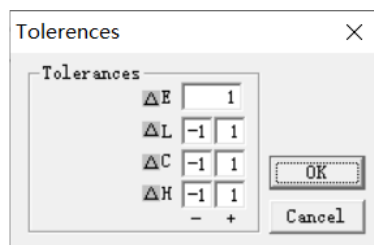

图 6-18 公差设置
- Tolerances:** 定义了标准颜色的公差范围（如图 6-18）。可以根据明度差（ ΔL ）、彩度差（ ΔC ）、色调差（ ΔH ）的正负值范围和 ΔE （色差）来设定公差。